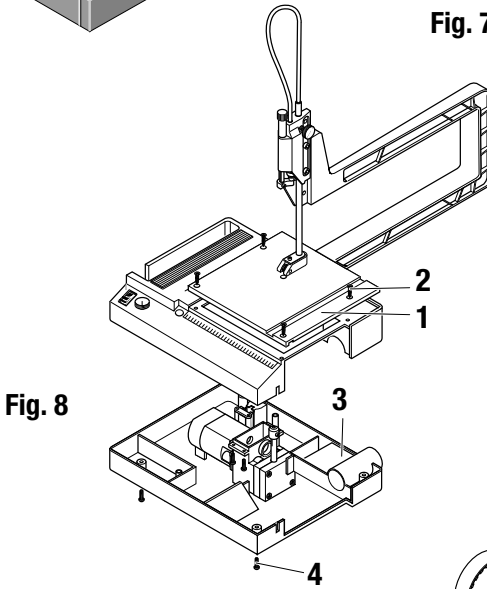

Fig. 8
- Вывернуть винты 2 (рис. 8) рабочей плиты 1.